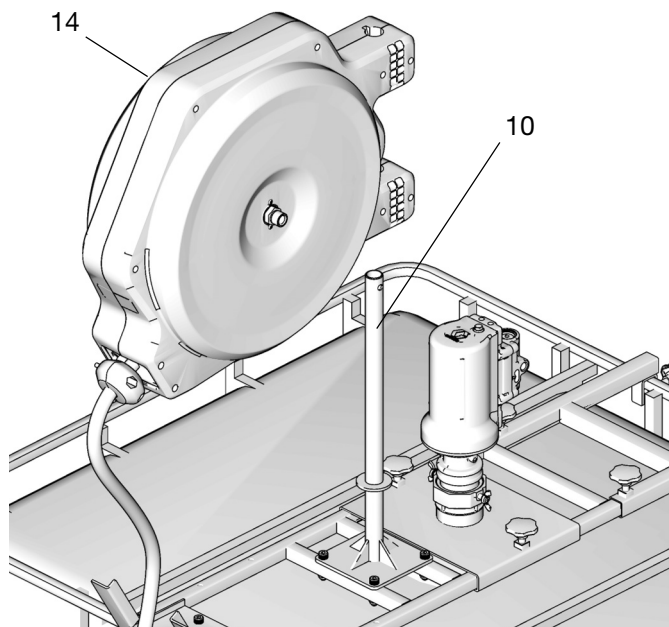

FIG. 17
3. Instale el carrete de manguera (14) en el soporte del carrete (10) (FIG. 17).